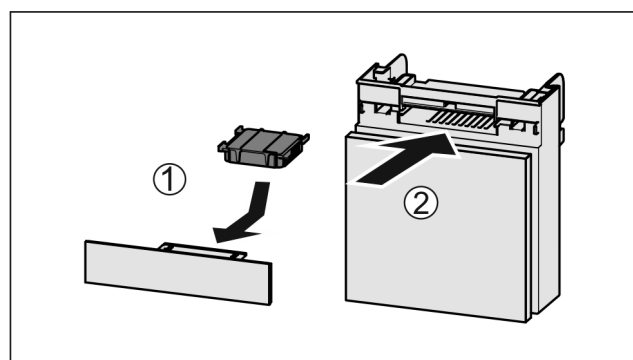

Fig. 93
- Insérer le filtre à charbon actif d'après le schéma Fig. 93 (1).
- Insérer le compartiment Fig. 93 (2).